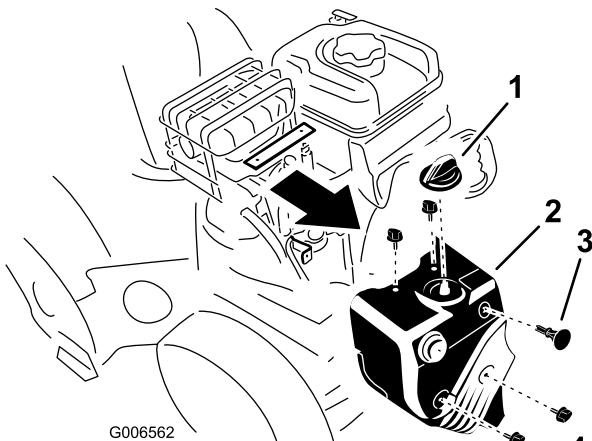

Bild 43
1. Nehmen Sie das Handrad des Chokes und den Zündschlüssel ab (Bild 43).
2. Nehmen Sie die vier Schrauben ab, mit denen die Schneabdeckung an der Schneefräse befestigt ist (Bild 43).